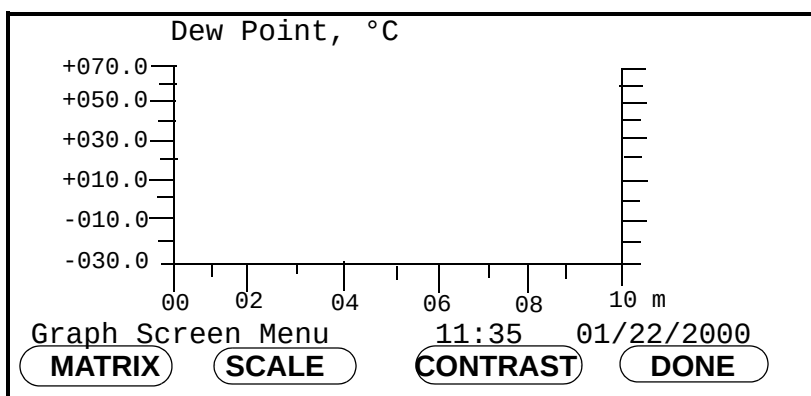

Figure 3-6: Graph Screen Menu pour un graphe linéaire
2. Au niveau de *Option Menu*, appuyez sur [SCREEN]. Vous êtes désormais dans le *Graph Screen Menu* (cf. Figure 3-6 ci-dessous).